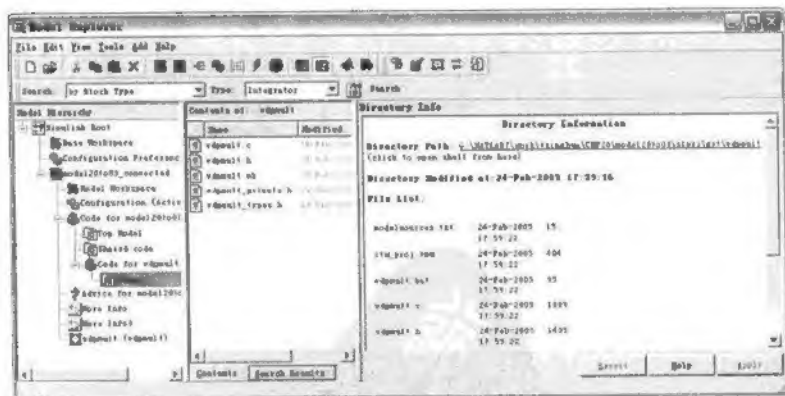

图 20.32 引用模型的文件
(11) 查看 vdpmult.mdl 模型的代码, 在 Model Explorer 中的 Model Hierarchy 面板中, 单击标有 vdpmult 选项, 在 Model Explorer 窗口右边就会显示引用模型的文件(在/slprj/grt directory 中), 如图 20.32 所示。